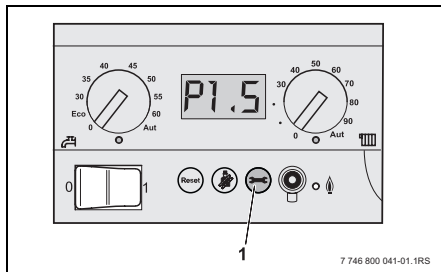

Bild 9 Grundkontroll BC10
- Öppna vattenkranen försiktigt och fyll långsamt på värmeanläggningen. Följ därvid värmekretsens tryckangivelse. Läs av trycket på kontrollpanelen (→ bild 9, sidan 29).
- Läs av drifttrycket på displayen på BC10 (→ bild 9, sidan 29) på nytt. Om trycket ligger under 1,0 bar måste värmeanläggningen fortsätta att fyllas på (som beskrivits).